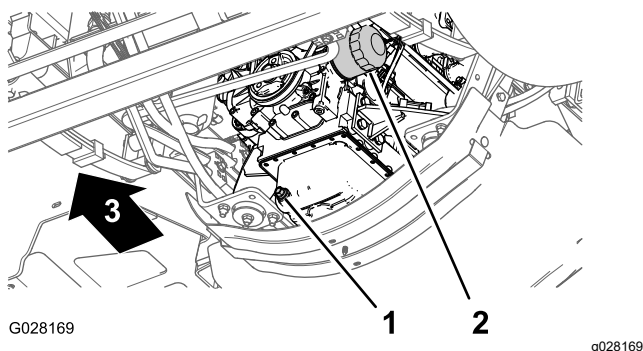

図 74
3. エンジンオイルフィルタの下にオイルを受ける容器をおく図 74。
4. 古いオイルフィルタ図 74を外す。
8. アダプタにフィルタを取り付け、ガスケットがアダプタに当たるまでフィルタを右に回し、そこから更に 1/2 回転増し締めする図 74。
1. ドレンプラグの下にオイルを受ける容器をおく図 74。
2. ドレンプラグ 図 74 を外して排出されるオイルを回収する。